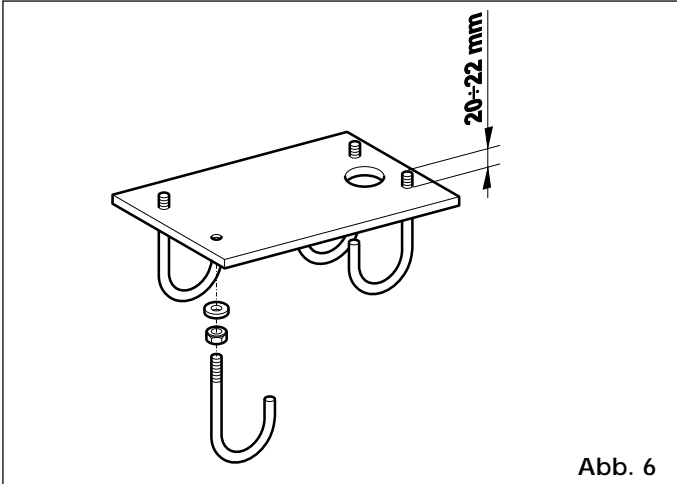

Abb. 6
- 1) Die Fundamentplatte gem. Abb. 6 fertigstellen.